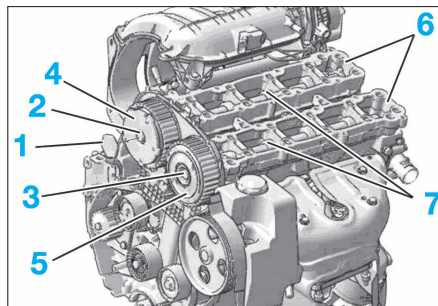

FIG. 37
- le bouchon (1) de la roue dentée d'arbre à cames d'admission (Fig.37).
- les 2 roues dentées d'arbre à cames (4) et (5) (Fig.37).
- Desserrer progressivement les carters (6) de palier d'arbre à cames (7) en spirale en commençant par l'extérieur.